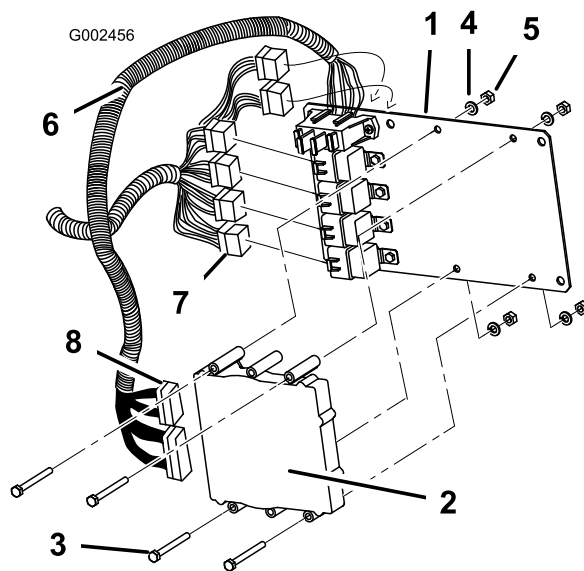

図 8
5. ECU を取り付けプレート (図 8) に取り付ける ; ボルト (1/4 x 2-1/2 inch) 4 本, ロックワッシャ (1/4 インチ) 4 枚とナット (1/4 インチ) 4 個を使用する。
6. ワイヤ・ハーネスのリレーのリードを取り付けプレートのリレー 6 に接続する (図 8)。
7. ワイヤ・ハーネスのコントローラのリード線 2 本 (長いのが 1 本、短いのが 1 本) を ECU に取り付ける (図 8)。